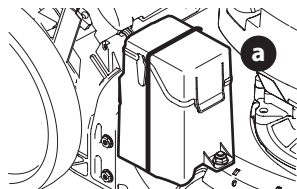

Figura 20
**NOTA:** extraiga el precinto para cables (a) de alrededor de la caja para baterías. Se usa un precinto para cables para envíos únicamente (Figura 20).